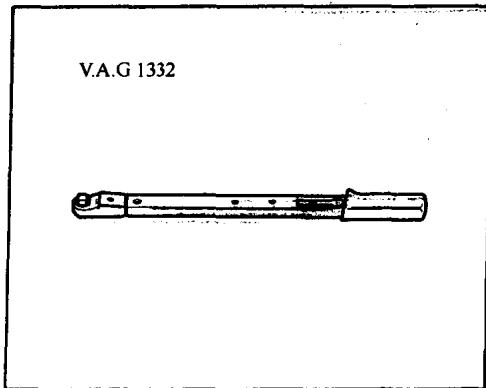

图 2-3
2)V.A.G1332 扭力扳手(40~200N·m),如图 2-3 所示。